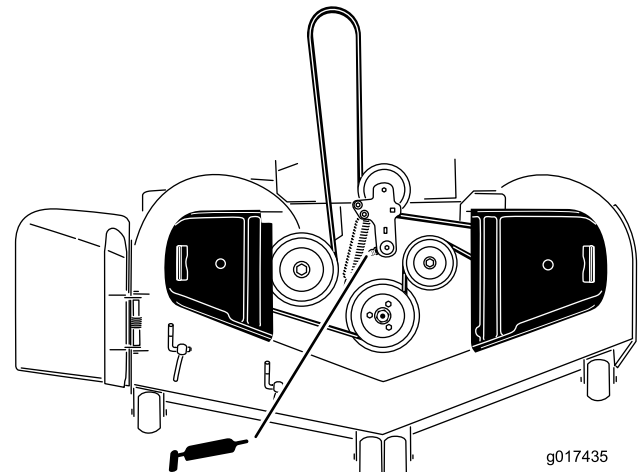

Bild 33
3. Fetten Sie das Drehgelenk der Mähwerkspannscheibe ein, bis Schmiermittel unten austritt (Bild 33).